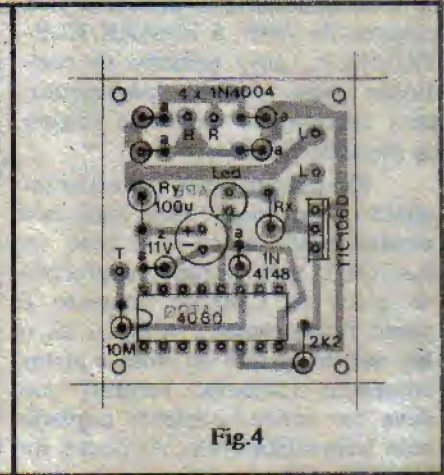
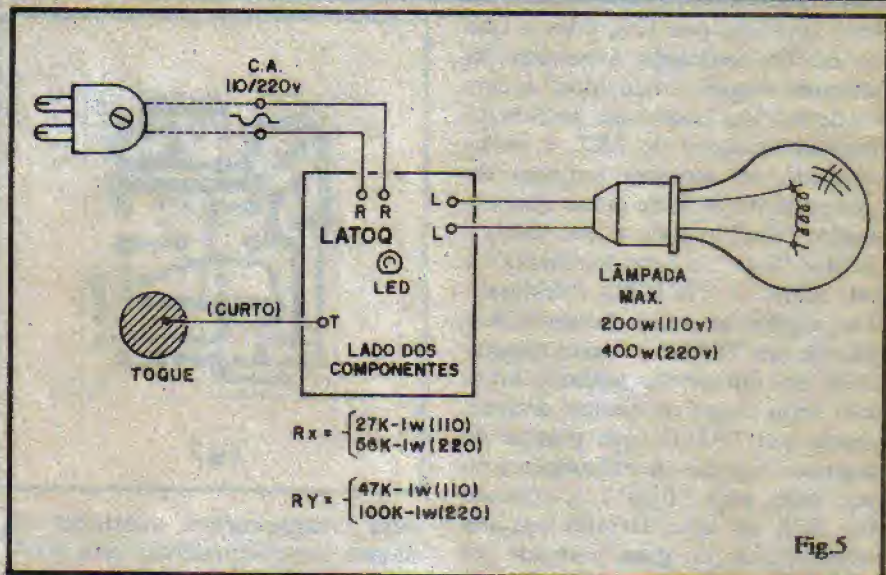

Fig.4
Fig.5
Na fig. 4 temos o dito "chapeado", com a vista real das peças já posicionadas sobre a face não cobreada da placa. Os componentes (polarizados) de posicionamento "crítico" são: o Integrado, os diodos, o zener, o LED e o capacitor eletrolítico. Observar ainda os dois resistores cujos valores dependem da tensão da rede local, codificados como "RX" e "RY", e cujo detalhamento é visto na próxima figura (fig. 5).
O diagrama de conexões externas (e informações sobre os valores de "RX" e "RY"...) estão na fig. 5, na qual a placa continua vista pelo lado não cobreado. Observar as ligações à lâmpada controlada, à rede C.A. e ao contato de toque. A ligação a este último deve, obrigatoriamente, ser curta, para evitar hiper-sensibilidade ou instabilidades no circuito da LATOQ. Já as ligações à rede C.A. e a lâmpada, podem ter qualquer comprimento. Embora na figura seja visto (na ligação à rede) um "rabicho",
conforme ilustra a fig. 5, e assim a LATOQ **não pode** substituir **diretamente** um interruptor já instalado na parede, uma vez que o circuito precisa de **dois fios** à rede e **outros dois** à lâmpada (o interruptor normal da parede destina apenas um fio ao "vivo" da rede e outro à lâmpada...). Outra possibilidade também é sugerida na fig. 6: colocar a LATOQ numa caixinha bem pequena (o modelo PB064/2, da "Patola" dá justinho...), instalando-a no "meio do fio" que vai a um abajur ou luminária portátil de qualquer tipo. Nesse caso, para maior elegância e compactação, um pequeno furo circular pode ser feito no centro da placa metálica sensora de toque; aplicando-se aí o LED...
- O fio entre o ponto "T" da placa (ver figs. 4 e 5) e a superfície metálica de toque tem que ser **CURTO** (no máximo uns 5 cm.).
- Se, na primeira instalação, ocorrer instabilidade ou "autodisparo" do circuito (a lâmpada controlada fica acendendo e apagando a intervalos aproximados de 1 segundo), basta inverter as ligações à C.A. (pontos "R-R" nas figs. 4 e 5) para sanar o problema.